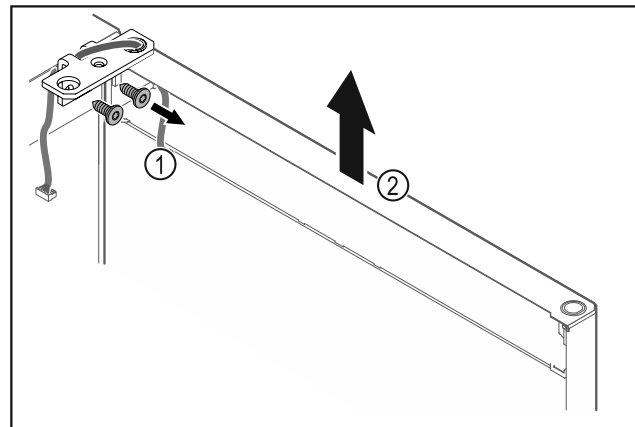

Fig. 26
- ▶ Відкрутити шарнірний кутик Fig. 26 (1).
- ▶ Дверцята з шарнірним кутиком Fig. 26 (2) приблизно на 200 мм прямо підняти вгору і зняти.